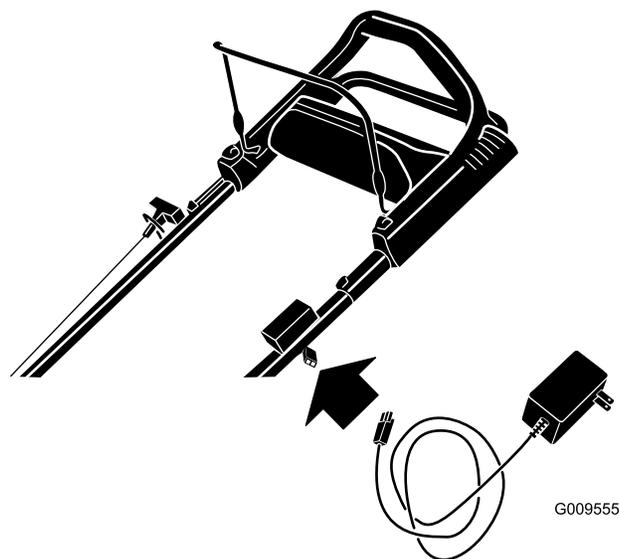

Рисунок 22
1. Подсоедините зарядное устройство к жгуту проводки газнокосилки, расположенному под ключом зажигания (Рисунок 22).